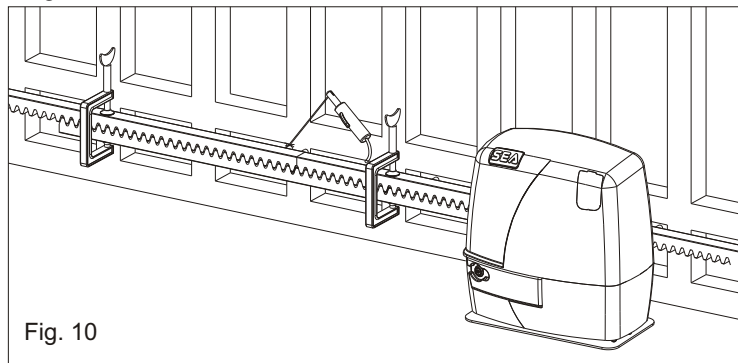

Fig. 10
5.4. Controlar que todos lo elementos de la cremallera resulten perfectamente alineados y posicionados correctamente (dentaduras en fase). Se aconseja de contraponer a dos elementos sucesivos un tercer elemento como indicado en la Fig. 10;